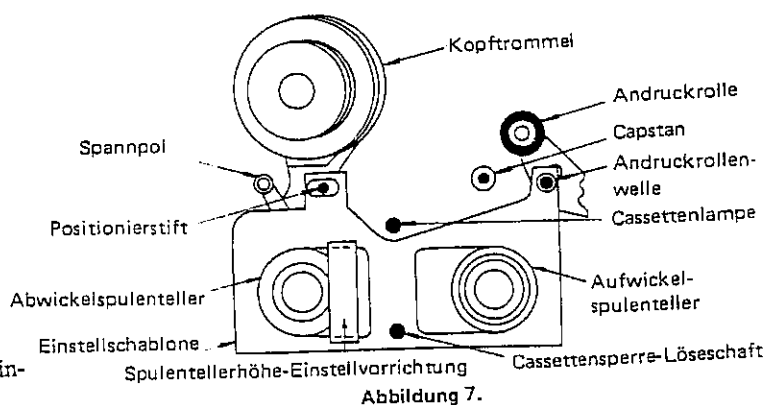

Abbildung 7.
1. Das Cassettengehäuse abbauen und die Einstellschablone wie aus Abb. 7 ersichtlich, in den Mechanismus einsetzen, wobei man vorsichtig verfährt, um eine Berührung der Kopftrommel zu vermeiden.